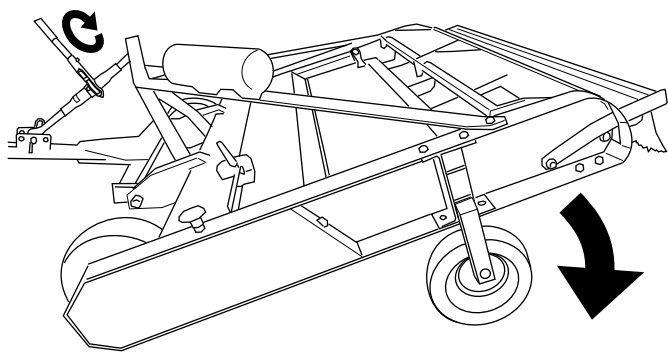

Figura 12
15. Gire la palanca del brazo superior para elevar la parte delantera del apero del suelo, hasta que el apero descansa únicamente sobre las ruedas traseras (Figura 12).